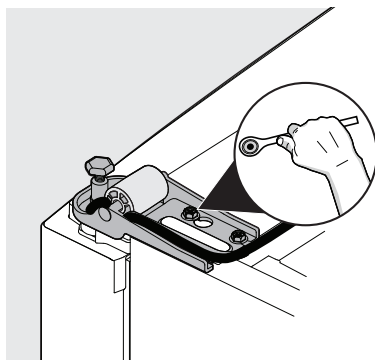

Figure 4
- Retirez la charnière du bas à l'aide d'une clé de 5/16 po (8 mm) (voir figure 4).